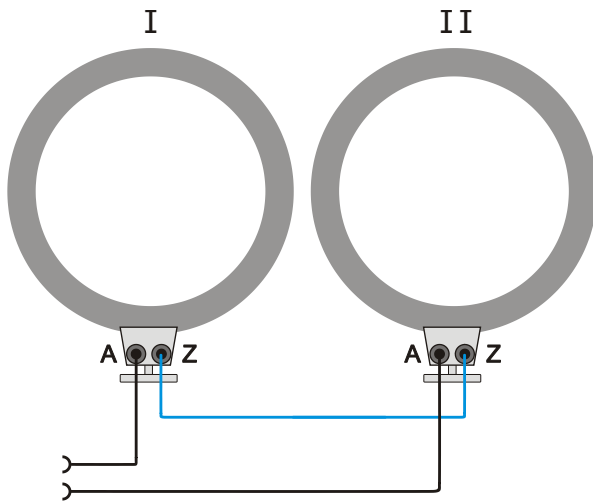

Fig. 3.1 Reihenschaltung
- Bei Reihenschaltung Buchse Z der Spule 1 mit Buchse Z der Spule 2 verbinden (siehe Fig. 3.1).